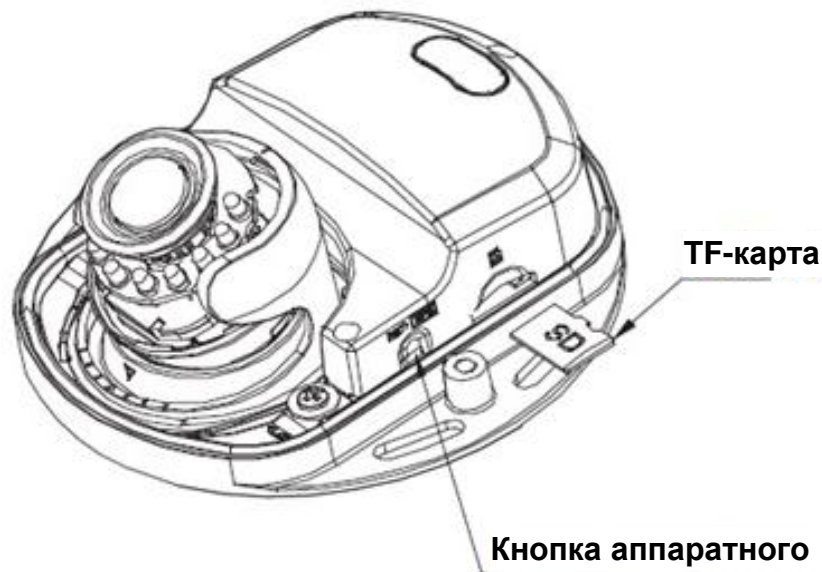

Рисунок 2-4
- Для выполнения функции сброса настроек устройства нажмите и удерживайте кнопку сброса (Рисунок 2-4) в течение 5—10 секунд.
Вставьте карту microSD, учитывая правильное направление, указанное на Рисунок 2-4, и закончите установку.